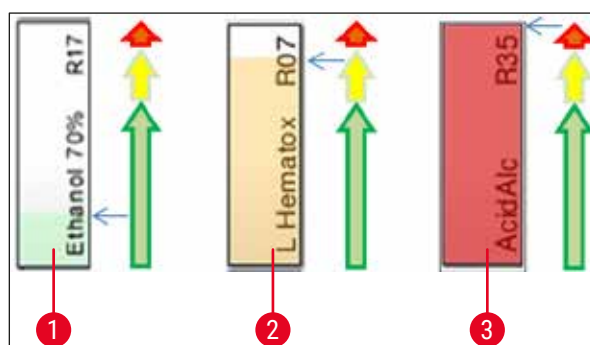

Fig. 72
- O culoare de fundal (→ "Fig. 72")
- Culoarea de fundal arată statusul consumului reactivului (→ "Fig. 72"). Pe măsură ce reactivul este consumat, bara de culori se ridică de jos în sus și se modifică culoarea pe baza stării consumului.